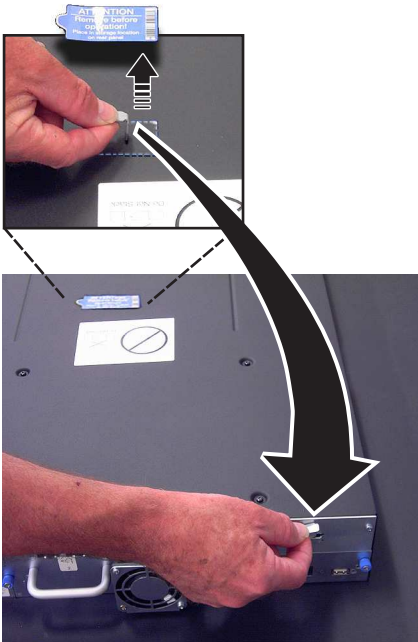

图 149. 从磁带库顶部取下装运标签和锁，并存放在后面板上
4. 从替换磁带库机柜顶部取下装运锁（请参阅第 190 页的图 149）。